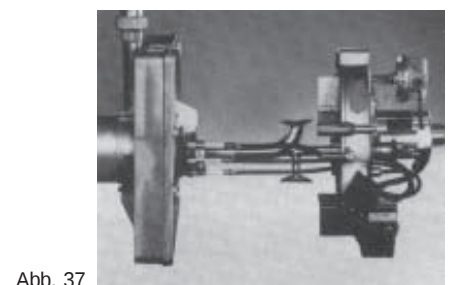

Abb. 37
- Brennergehäuse soweit aus dem Vorderteil ziehen, bis das Gasgestänge mit der Stauscheibe freiliegt. (Abb. 37), dann um 90° nach links drehen und in die Haltenocke der Brennerfrontplatte einhängen.